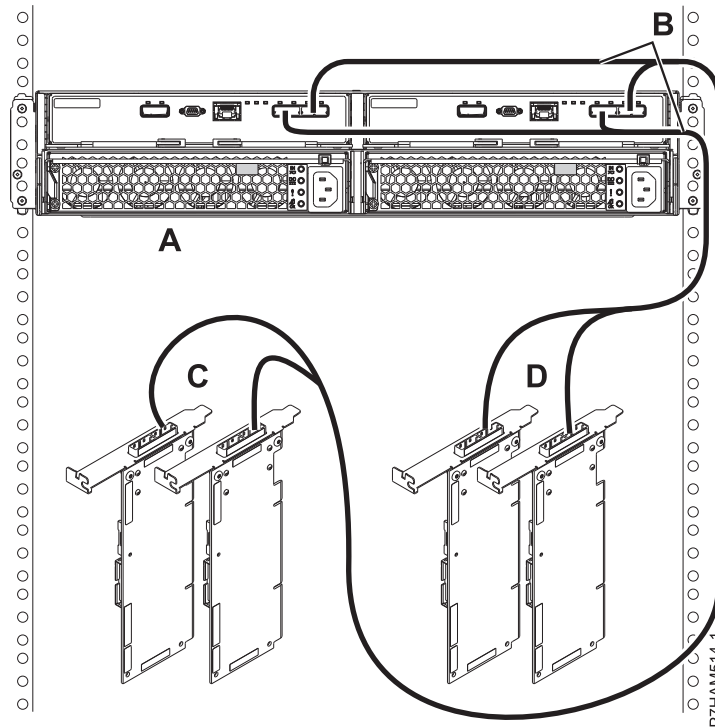

図 17. 2 対の SAS アダプター・ペアへの X ケーブルを使用した、1 台の 5887 ディスク・ドライブ・エンクロージャー のモード 2 接続
17. 2 対の SAS アダプター・ペアへの X ケーブル (B) を使用した、1 台の 5887 ディスク・ドライブ・エンクロージャー (A) のモード 2 接続を行います。20 ページの図 17を参照してください。